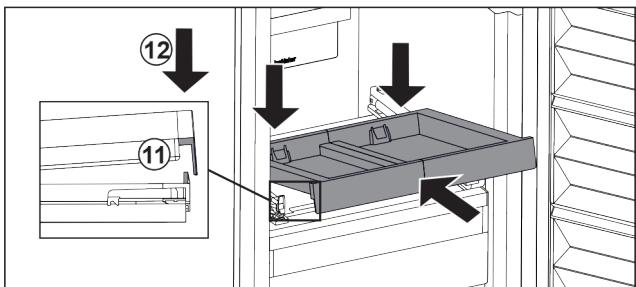

Fig. 84
- Gurnite ukoso. Pazite na to da je na obje strane graničnik iza jezičca. Fig. 84 (11)
- Spustite izvlačnu ploču naprijed. Fig. 84 (12)